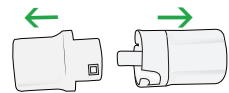

Fig. 3
- Dra isär anslutningarna (fig. 3).